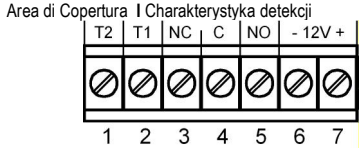

Fig. 4 Terminal block
8. Reliez le fil au bloc terminal. (Fig 4)
Connexions de la plaque à bornes (Voir Fig.4).
8. Collegare il cavo alla morsetti (Fig. 4)
Descrizione della morsetti (Vedere Fig.4)
8. Podłączyć przewody zgodnie ze schematem (Rys.4).
## OPIS ZACISKÓW (Rys. 4)